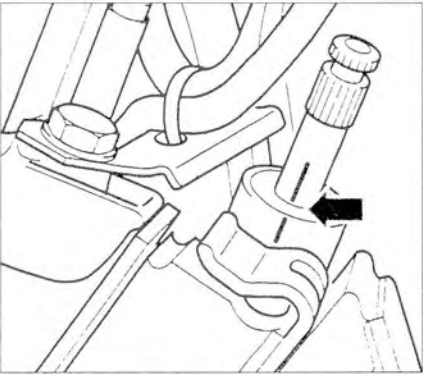

Рис. 7.30. Метки (стрелка) на шестерне рулевого механизма и корпусе рулевого управления должны совместиться.
3. Установите передние колеса в положение прямолинейного движения. Метки (стрелка) на шестерне рулевого механизма и корпусе рулевого управления должны совместиться (рис. 7.30).